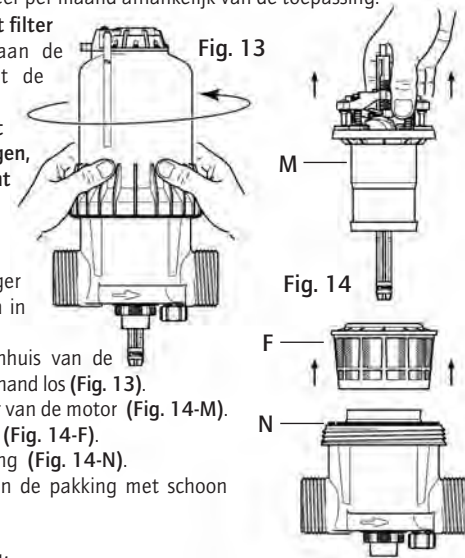

Fig. 13
- Schroef het bovenhuis van de doseerpomp met de hand los (Fig. 13).